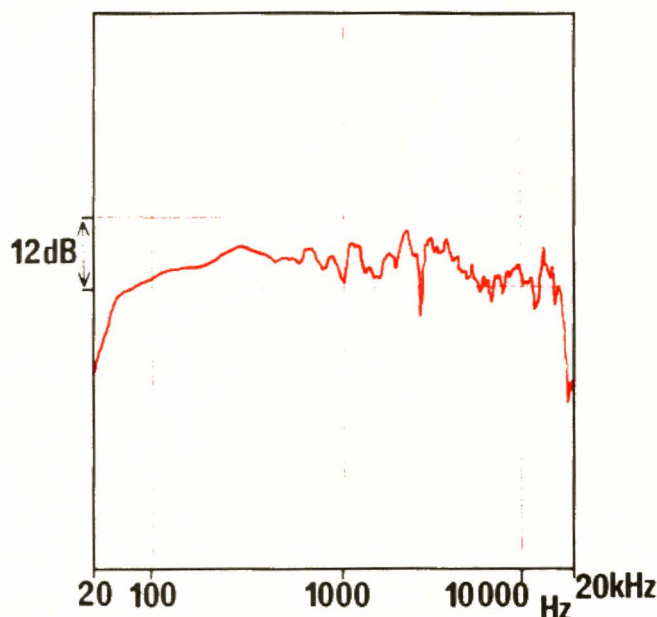

FIGURE 4
- Fig. 4. - Réponse en fréquence de 20 Hz à 20 000 Hz.